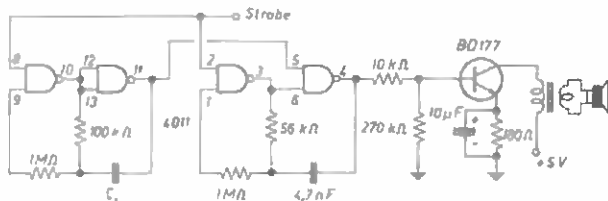
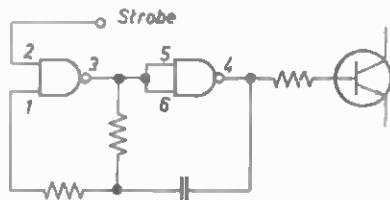

figura 2
figura 3
**Pierinata 239** - Ecco qui un altro schema, vedi figura 2, richiestomi da Marco BEN. di Asti. Si tratta di un aggeggino che emette un suono intermittente a frequenza e ritmo variabili adatto a funzionare come allarme acustico nei temporizzatori, nelle sveglie e così via.
L'integrato, un CMOS 4011, fa tutto lui nonostante il numero dei componenti sia ridotto al minimo. Osservando la figura 2 notiamo che la sezione di destra è quella che produce la nota: con i valori da me usati essa è di 600 Hz esatti, ma può variare anche notevolmente a causa delle tolleranze dei componenti.
Caro Marco, per farti capire meglio il funzionamento intermittente di questo oscillatore, l'ho ridisegnato in figura 3 come la sezione di sinistra di figura 2: infatti varia solo nel valore dei componenti.